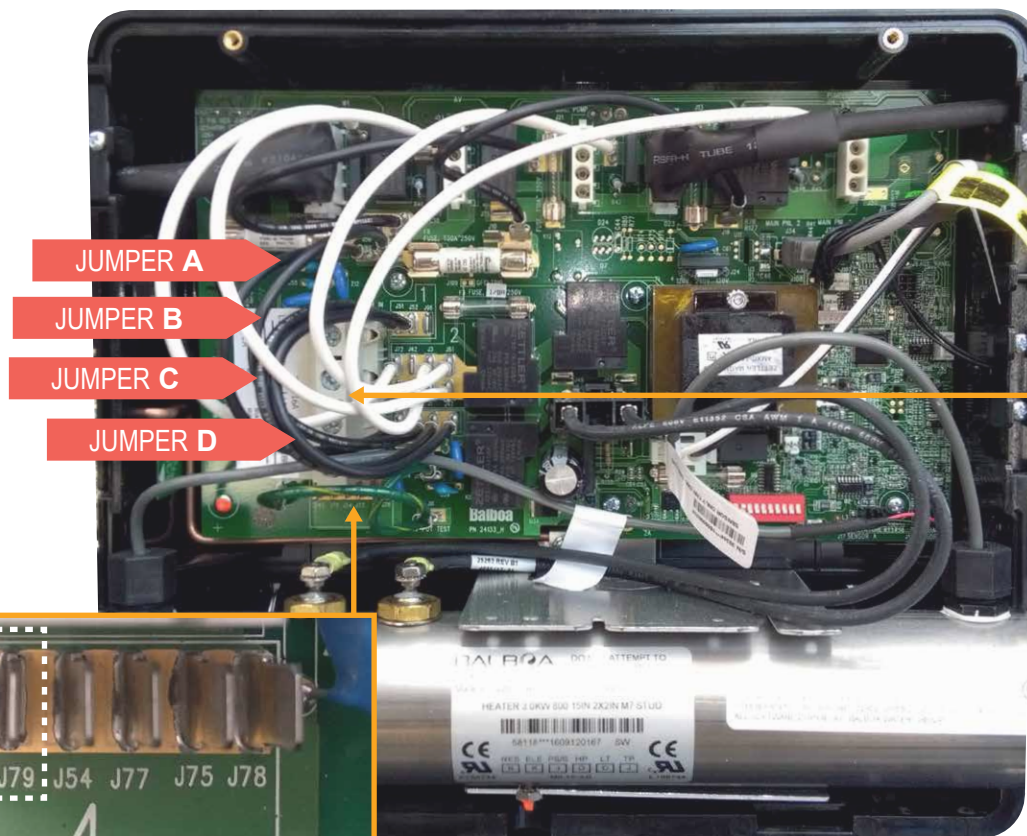

fig 2
1.c) Spostare il cavo JUMPER B dal pin J12 al pin J79 (fig 2).